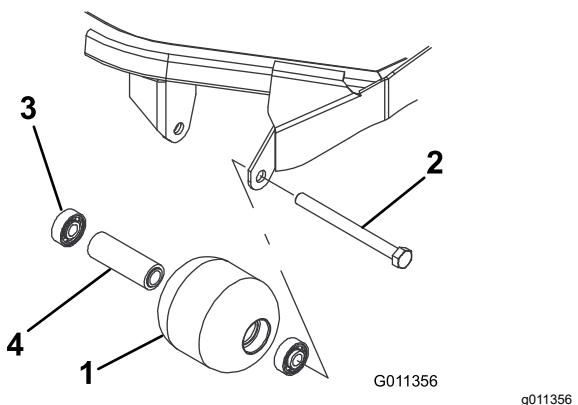

Figura 103
- Retire el perno de montaje del rodillo (Figura 103).
- Inspeccione el alojamiento del rodillo, los cojinetes, y el espaciador del cojinete (Figura 103) Sustituya cualquier componente dañado y móntelos.
- Introduzca a presión el primer cojinete en el alojamiento del rodillo (Figura 103). Haga presión solamente sobre el anillo de rodadura exterior, o de forma igual sobre el anillo exterior y el interior.
- Introduzca el espaciador (Figura 103).
- Introduzca a presión el segundo cojinete en el alojamiento del rodillo (Figura 103). Presione de manera uniforme sobre el anillo de rodadura interior y el exterior hasta que el anillo de rodadura interior entre en contacto con el espaciador.